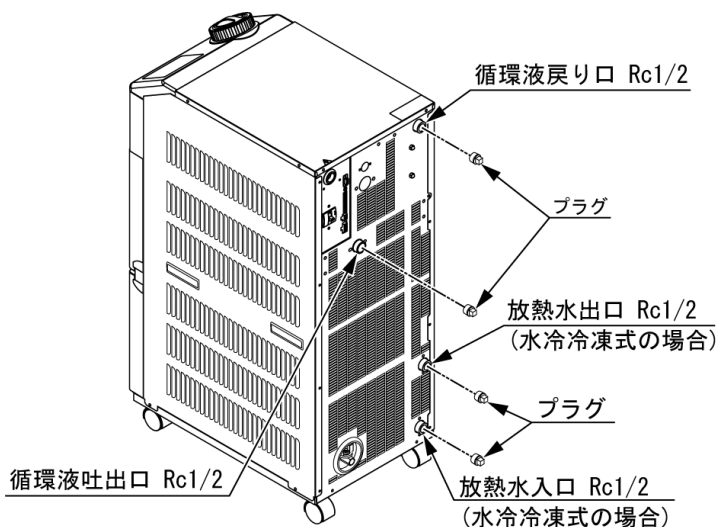

図 8-6 プラグの取付け
9. 図 8-6 プラグの取付けを参照し、本製品の循環液吐出口・戻り口および放熱水出入口(水冷冷凍式の場合)にプラグ(Rc1/2)を取付けます。